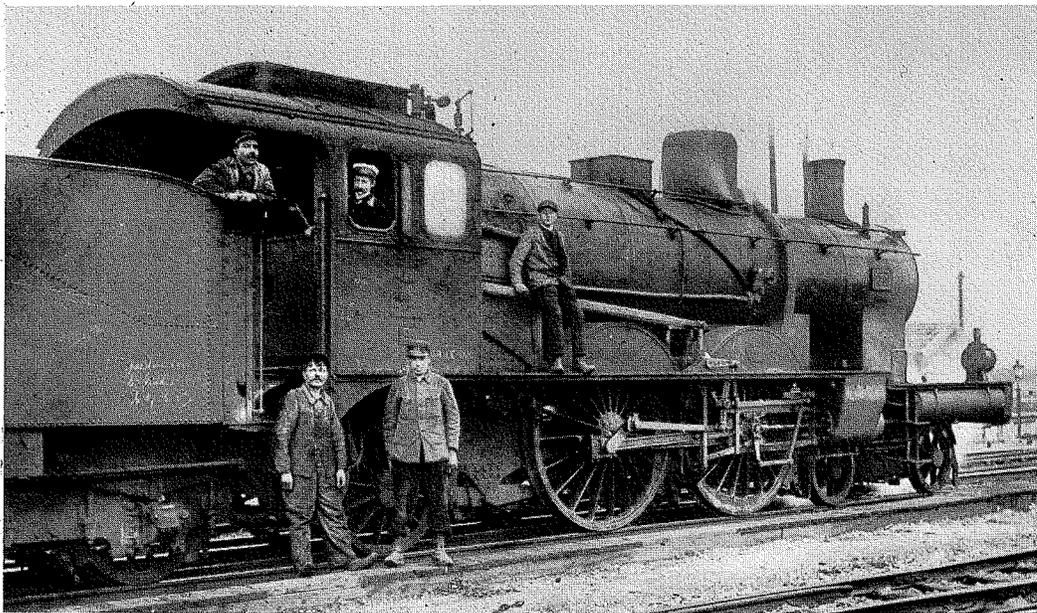

Fig. 5
Fig. 5 Una bella veduta d'assieme di tutto il plastico ferroviario con la linea tranviaria. Facciamo notare il notevole effetto d'assieme raggiunto dal plastico nel suo complesso.
Avendo, però l'Ing. De Glhen, Direttore delle Officine di Belfort, collaborato con l'Ing. Du Bousquet, Capo della Trazione delle Ferrovie Francesi del Nord, nell'attuazione di quel sistema di doppia espansione (3) e quattro cilindri larghissimamente diffuso in Francia, che è generalmente conosciuto con il nome di sistema Du Bousquet - De Glhen e di cui parleremo più avanti, Grafenstaden, rimasto sempre legato a Belfort, seguì, fin quando gli fu possibile, la tecnica francese nella costruzione delle locomotive per le Ferrovie dell'Alsazia e Lorena, tecnica che, per ciò che concerne le macchine a doppia espansione e quattro cilindri, secondo, cioè, il sistema Du Bousquet - De Glhen, fu prevalentemente seguita (fig. 5) anche nelle reti principali tedesche, fino alla generalizzazione,